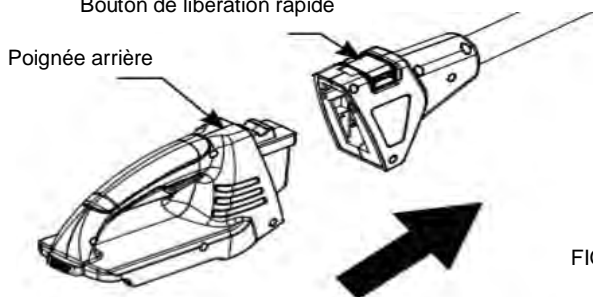

FIG. 3
3. Insérez la poignée arrière dans l'extrémité du manche télescopique. (Fig. 3) Appuyez sur le bouton de libération rapide. Assurez-vous que le bouton de libération s'enclenche fermement en position pour verrouiller la poignée en sécurité.